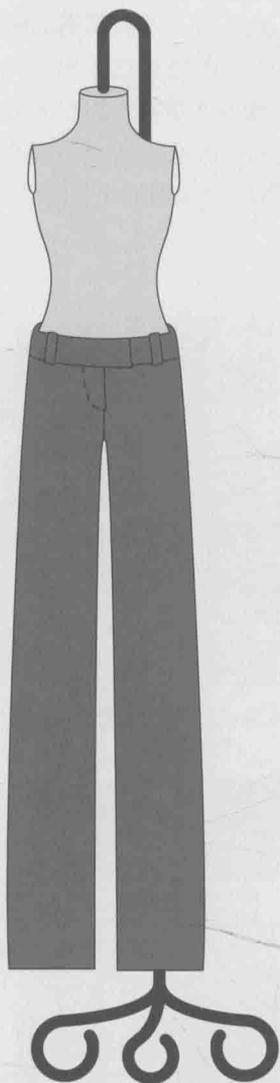

图1.7A 带裤样的弧形腰身
弧形腰身的轮廓应与上臀部的轮廓相吻合。腰袷通常是这种腰身的一个特点; 当设计师设计这种腰时, 会先确定好腰袷的宽度、数量与位置。更多的信息可见本章关于腰袷与线袷部分内容。厚实的内衬、稳定的缝纫与斜丝缕牵条是弧形腰身定型所必需的。内衬的面料与样板需要一起配合来完成所需的轮廓。在制作腰身样板前, 应尝试不同种类与厚度的内衬。关于定型料可见上册第3章相关内容。缝制弧形腰身的方法如图1.7A~图1.7G所示。
本章中缝制的腰身包括: 暗门襟式拉链与弧形腰身(有一个门襟叠门量), 腰袷与风钩(见图1.7A)。缝制弧形腰的步骤如下:
3. 将黏合衬贴到腰身裁片上(见图1.7A与图1.7C)。
13. 用适当的搭扣件来完成这条腰。腰身在裤子上的样式如图1.7A所示。它的扣合件包括钩与环两部分组成, 同时有一个暗扣/扣眼被缝在门襟翻边上。这个钮扣能将腰固定在身体上, 如图1.7G所示。